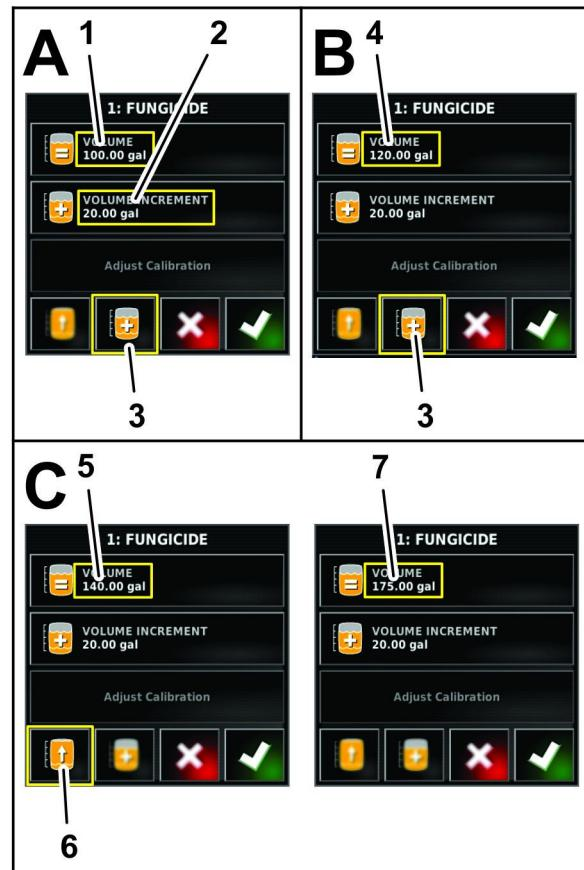

图 40
4. 如果以递增方式向水中添加化学药品按液量递增图标 图 40。
5. 使用显示屏的数字键盘输入将向药缸添加产品例如化学药品或水的产品量递增值然后按确认图标图 40。
6. 如果正逐渐向水中添加化学药品请将产品加入药缸然后按产品递增数量图标图 40。
7. 如果准备混合一种产品组织请根据需要重复步骤 6图 40。
- 注意 如果准备用产品或水加满药缸可按加满药缸图标图 40。